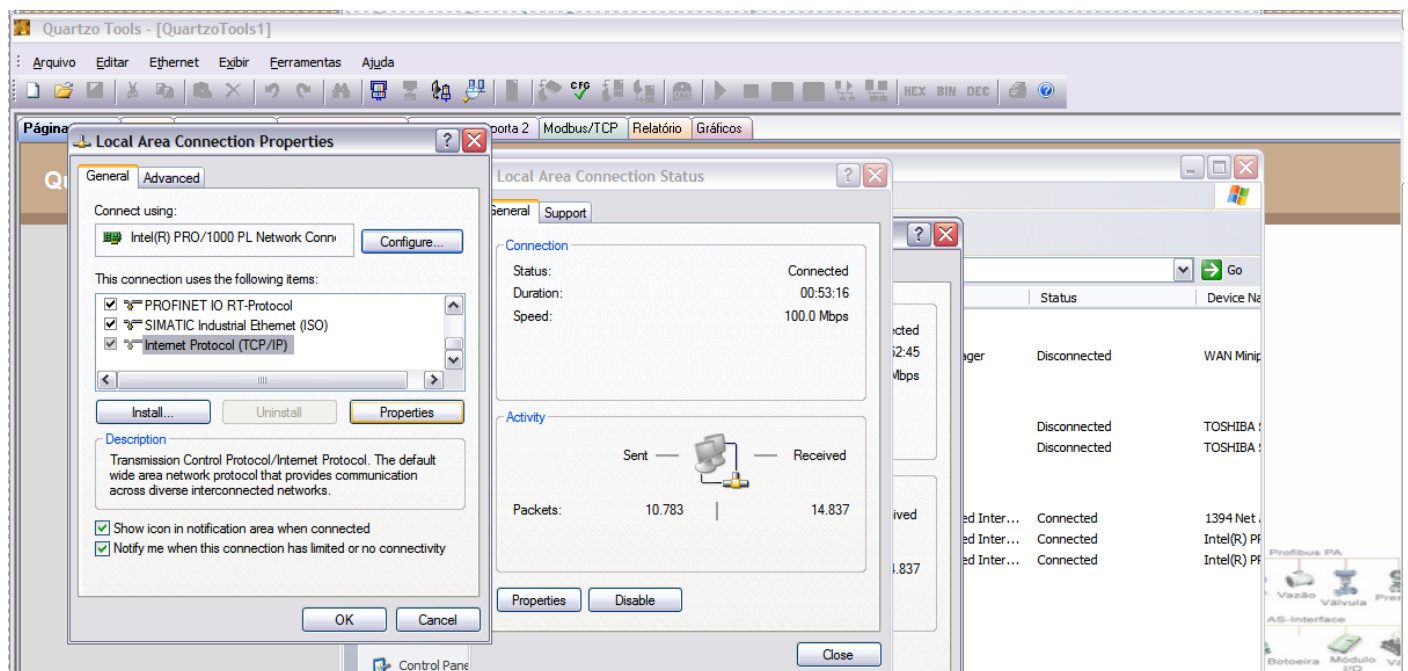

Figura 16 – Mudar o IP do micro (c)
3. Em “Essas conexões usam os seguintes itens”, vá até o item Protocolo Internet (TCP/IP) e o selecione. Após isto, clique no botão Propriedades (Figura 16);